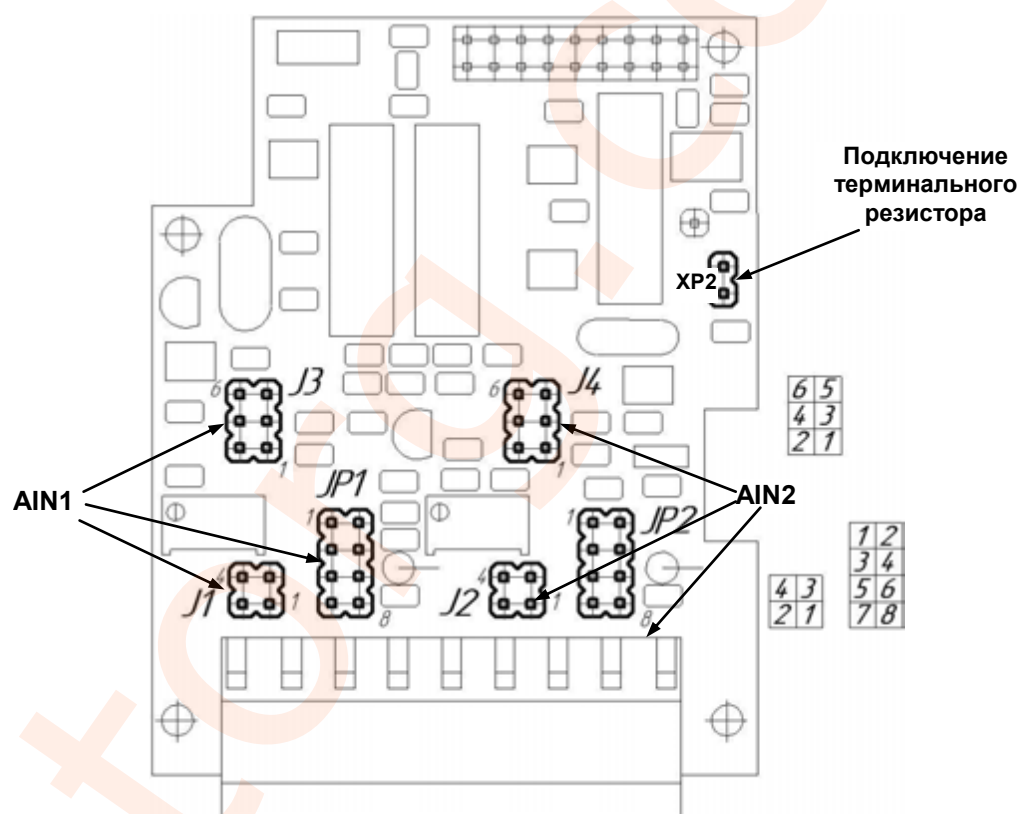

Рисунок 4.7 – Положение перемычек на плате входов
- установить положение перемычек на модуле универсальных входов в положение согласно выбранному типу входного сигнала (таблица 4.3, рисунок 4.7).